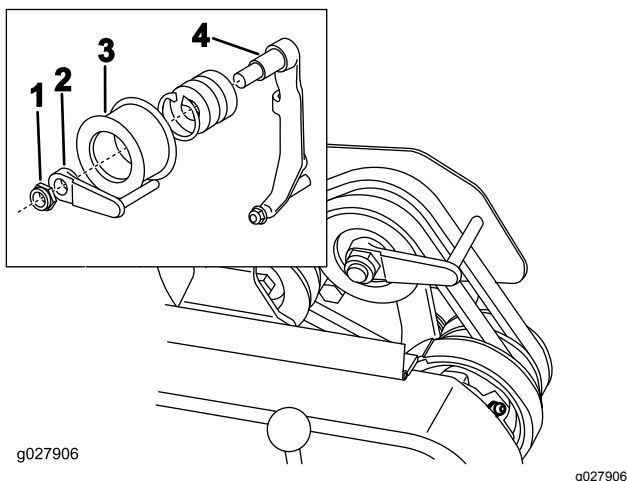

Figura 47
8. Para empujar o remolcar la máquina más fácilmente sin arrancar el motor, ajuste la guía de la correa (Figura 47, detalle) de la siguiente manera: